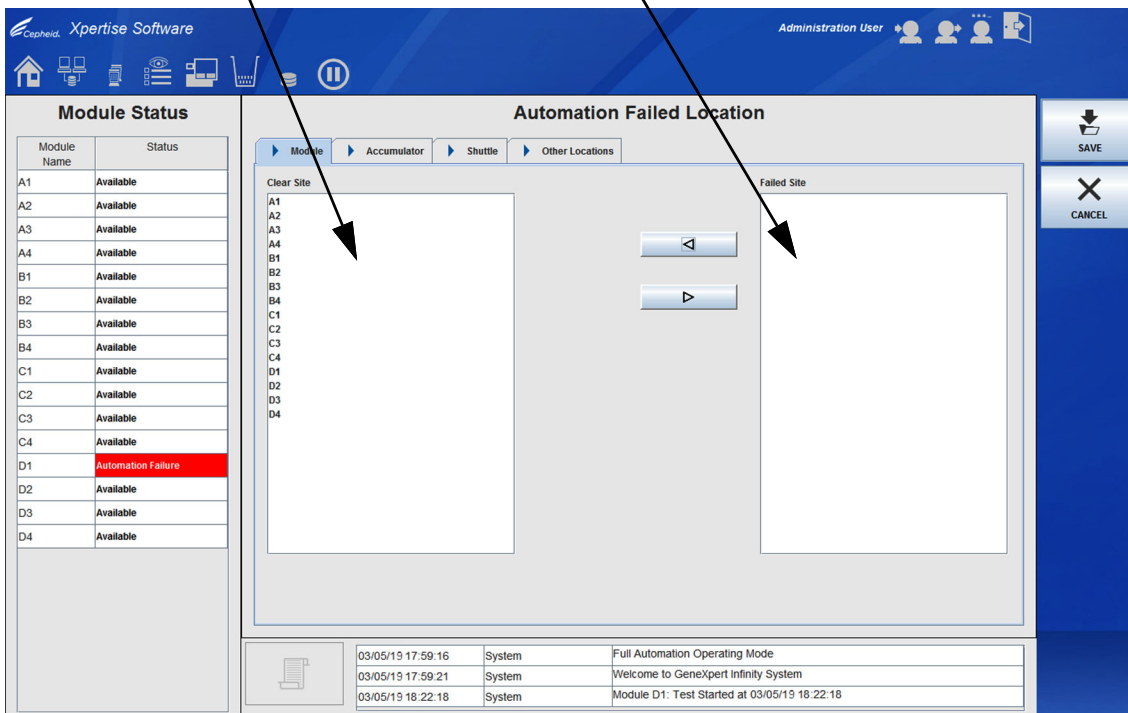

Figura 9-87. Área de trabalho Automation Failed Location (Localização de falhas de automatização) a mostrar painéis
3. Selecione o botão **AUTOMATION FAILED LOCATION (LOCALIZAÇÃO DE FALHAS DE AUTOMATIZAÇÃO)** (ver Figura 9-86). A área de trabalho Automation Failed Location (Localização de falhas de automatização) é apresentada. Ver Figura 9-87.
Cada separador mostra dois painéis, com botões de seta para mover um item selecionado de um painel para o outro. Ver Figura 9-87. Cada painel permite ao utilizador seleccionar itens únicos ou múltiplos.
9. Depois dos cartuchos terem sido retirados, regresse à área de trabalho Automation Failed Location (Localização de falhas de automatização) (ver Figura 9-87), e repita o Passo 1 até ao Passo 5, seleccionando **EMPTY (VAZIO)**.